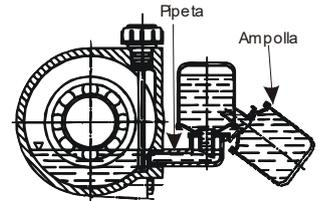

Fig.3: Engrasador
- se el soporte es equipado de engrasador, volcar la ampolla y verter la grasa en la pipeta hasta que alcanza el nivel según lo indicado en la fig.3 llene el bulbo de cristal y póngalo en posición vertical. Compruebe que el nivel de la ampolla esté constante. Los tipos de grasa indicados en *tab.1* son válidos para las temperaturas entre -10° y 120°C.